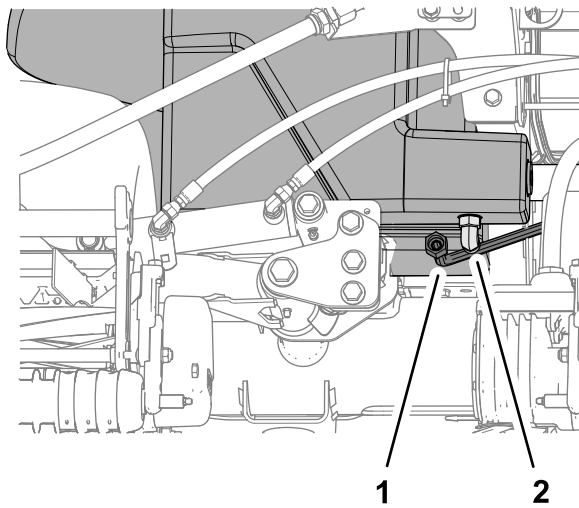

図 118
2. 油圧オイルタンクについている 90° フィッティング **図 118** の下に大きな回収容器を置く **油圧オイルの容量** (ページ 67)を参照。